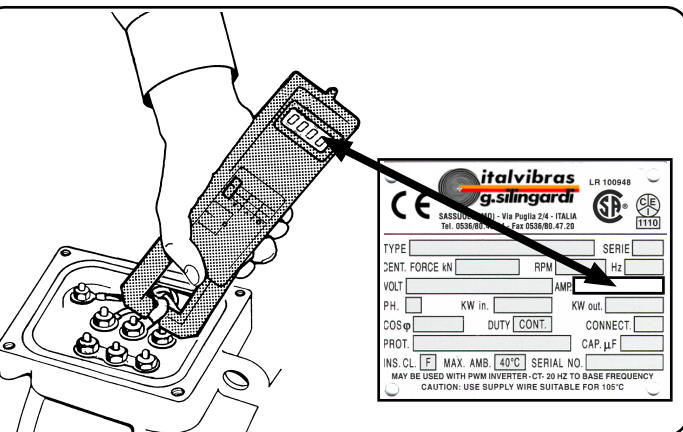

Fig. 26
- Mit einem Zangenstrommesser an allen Phasen (Abb. 26) prüfen, daß die Stromaufnahme den auf dem Typenschild angegebenen Wert nicht überschreitet.
- Verificare con pinza amperometrica (Fig. 26) su tutte le fasi, che la corrente assorbita non superi il valore di targa:
- Use an amperometric clamp on all phases (Fig. 26) to check that the current draw does not exceed the data plate values:
- Vérifier avec un ampèremètre à pince (Fig. 26) sur toutes les phases, que le courant absorbé ne dépasse pas les valeurs de plaque:
- Controlar con pinza amperimétrica (Fig. 26) en todas las fases, que la corriente absorbida no asupere el valor de placa: